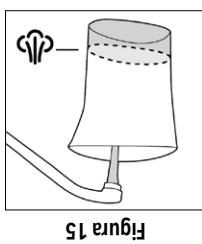

Figura 15
4. Llene con agua la jarra para medir agua hasta la marca de vapor (Figura 15 en la página siguiente) y vierta dentro del depósito de agua.